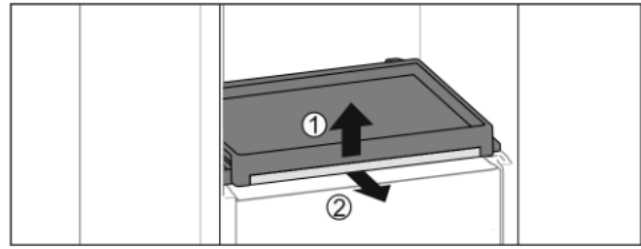

Fig. 95
- Rimuovere il ripiano estraibile con ripiano di vetro: sollevare leggermente in avanti il ripiano di vetro Fig. 95 (1) e tirarlo in avanti Fig. 95 (2).